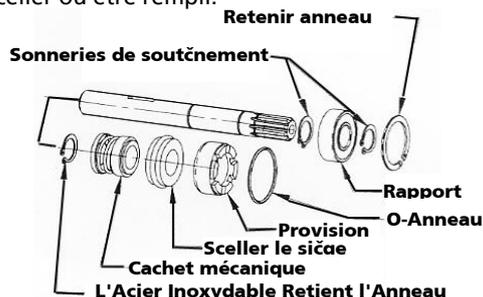

Figure 9- L'arbre et Scelle Assemblée
5. Avec une légère pression modérée, la moitié joint en céramique Appuyez fermement et sceller carrément dans la cavité (voir figure 9). Si ce n'est pas joint ne sera pas correctement le siège, enlever, placer face du joint sur banc. Re-nettoyer la cavité. Devrait correctement Sceller place dès maintenant. Si le joint n'est pas correctement siège après re-nettoyage cavité, placer une rondelle en carton sur le visage poli et appuyez délicatement joint en place à l'aide d'un morceau de de 3/4 " (19 mm) pipe comme une presse.